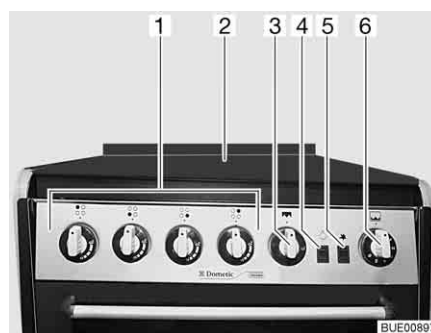

Fig. 181 Cocina de gas con horno y grill
- Abrir la tapa de la cocina de gas (Fig. 181,2).
- Girar el regulador giratorio (Fig. 181,1) correspondiente al quemador deseado a la posición de encendido (llama alta) y presionarlo.
- Presionar el botón de encendido (Fig. 181,5) tantas veces como sean necesarias hasta que arda la llama.
- ▷ Con el interruptor (Fig. 181,4) se conecta y desconecta la luz del horno.
- Presionar ligeramente el regulador giratorio (Fig. 181,3) y girarlo a la posición de encendido (llama alta).
- Presionar el botón de encendido (Fig. 181,5) hasta que arda la llama.
- Presionar el regulador giratorio (Fig. 181,6) ligeramente y girarlo a una posición de encendido entre 1 y 6.